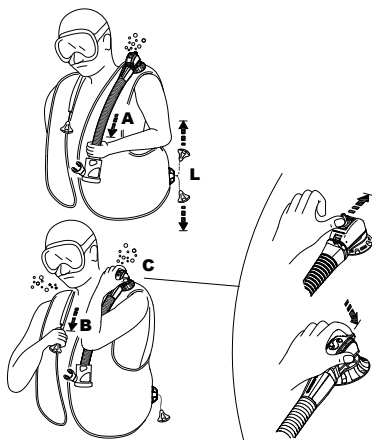

fig. 7
- a) une traction douce sur l'ensemble du flexible (fig. 7-A)
- b) une poussée sur le bouton qui ressort du boîtier de la soupape (fig. 7-C) (breveté) : ce système peut également être utile pour purger l'air d'un autre plongeur qui rencontre des problèmes (panique, plongeur débutant, perte de conscience, etc.)
- La soupape de purge double SCUBAPRO® (brevetée) possède un bouton manuel de sécurité qui relâche de l'air lorsqu'il est enfoncé (fig. 7 C), en cas de défaillance du système de purge manuelle (câble coupé, broche défilante, etc.) ou lorsque vous respirez dans un Air 2.
Soupape d'épaule (fig. 7-B)
La soupape de purge qui se trouve sur l'épaule droite, si elle existe, est activée en tirant doucement sur le bouton qui est attaché par une lanière à la soupape elle-même (fig. 7-B). Pour faire fonctionner l'une ou l'autre des soupapes de purge, orientez celle-ci de manière à ce qu'elle soit légèrement plus haute que l'air qui se trouve dans le gilet. Activez la soupape de purge jusqu'à ce que la flottabilité désirée soit atteinte. Pour refermer la soupape, arrêtez de tirer ou de pousser (fig. 7-B).
Soupape de purge basse (fig. 7-L)
les dispositifs de dégonflage qui offrent le flux de gaz maximal sont la soupape d'épaule (fig. 7-B) et la soupape de purge basse (fig. 7-L).